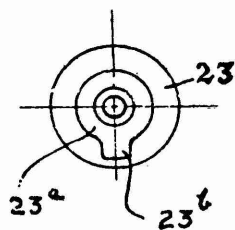

Fig. 5. — Détail du plateau tournant 23, fixé sur l'arbre régulateur 5.
Pour remettre les deux postes en correspondance, un commutateur orientable à la main 24 (fig. 4) tournant sur un axe en prolongement de l'arbre régulateur (5) porte deux contacts frottant sur le plateau 23 tournant sur un axe en prolongement de l'arbre régulateur (5) avec cet arbre (fig. 5).
Sa position centrale étant en contact permanent (fig. 5) et la partie extérieure en un point seulement. Le courant de la pendule devant passer par ce commutateur pour aller au solénoïde, le freinage se produira en un point déterminé à volonté par la manœuvre de ce commutateur.